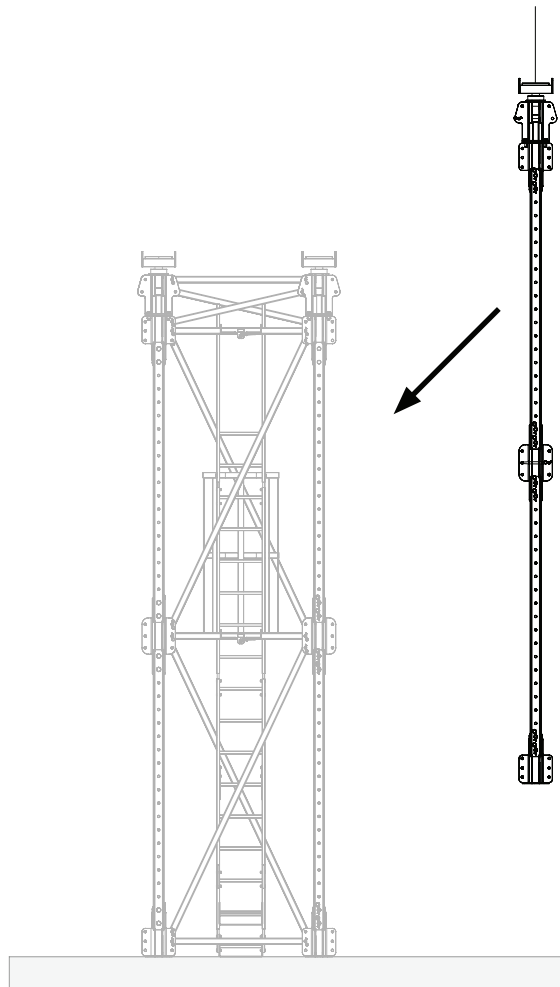

Fig. B2.01
2. Posizionare il montante supplementare alla giusta distanza dalla torre. (Fig. B2.01)